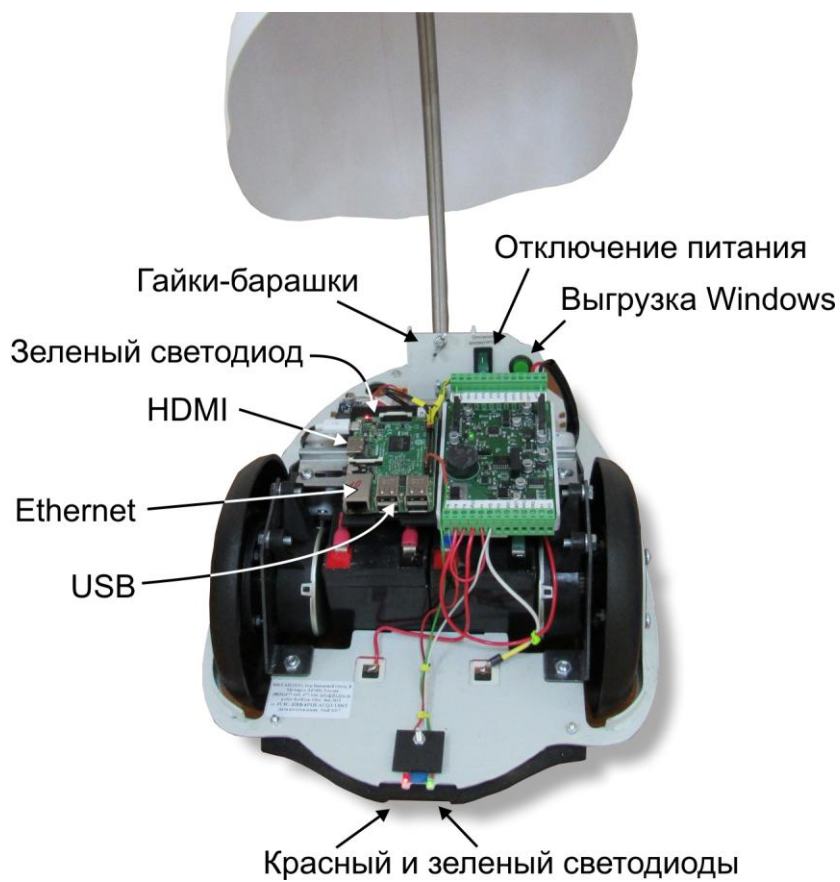

Рис. 6.1. Робот с поднятой крышкой корпуса
- прикрепите трубку к ходовой части робота двумя гайками-барашками (рис. 6.1);